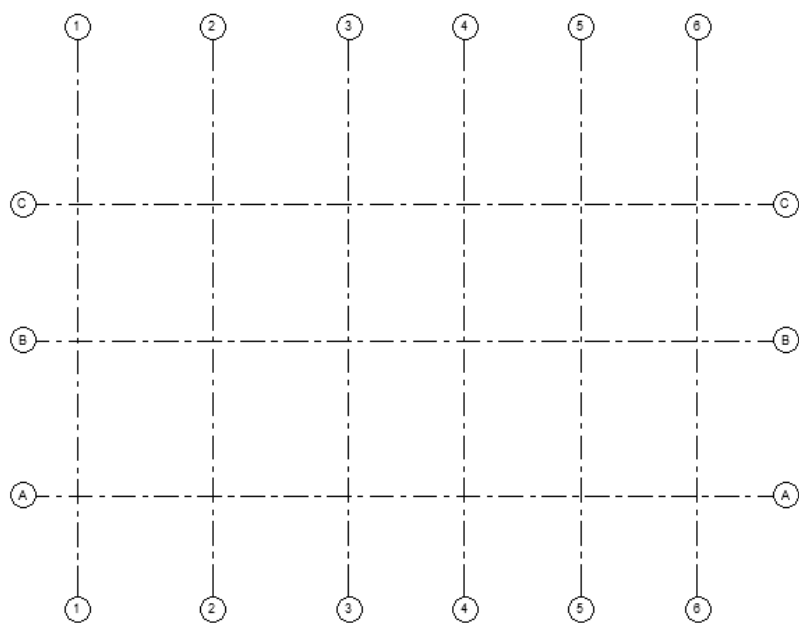

图 15-9 更改轴编号
(5) 双击轴号, 输入新的轴编号, 竖直方向更改为字母, 从 A 开始, 结果如图 15-9 所示。